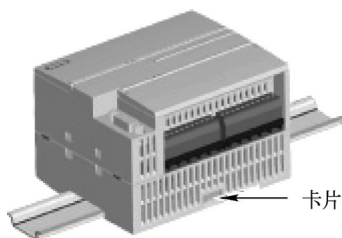

图 2-25 闭合卡片
4) 将模块向下旋转至 DIN 导轨, 听到“咔嚓”一声闭合 DIN 夹片, 如图 2-25 所示。仔细检查夹片是否将模块牢牢地固定到导轨上。为避免损坏模块, 请按安装孔标记, 而不要直接按模块前侧。